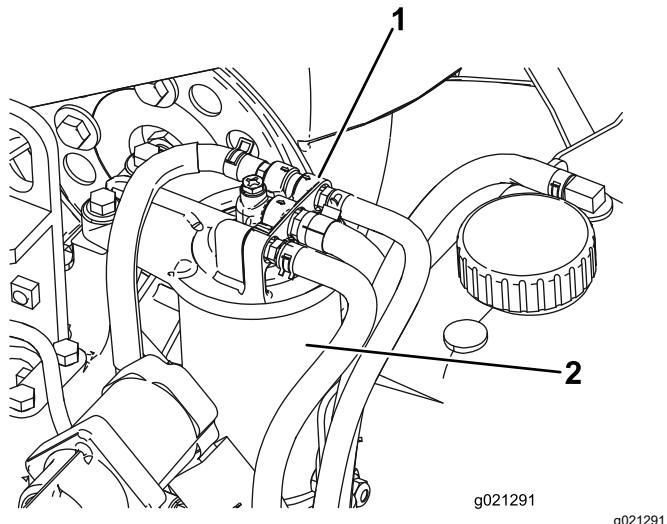

Figura 79
1. Pulite l'area circostante la testa del filtro del carburante (Figura 79).
2. Togliete il filtro e pulite la superficie di montaggio della testa del filtro (Figura 79).